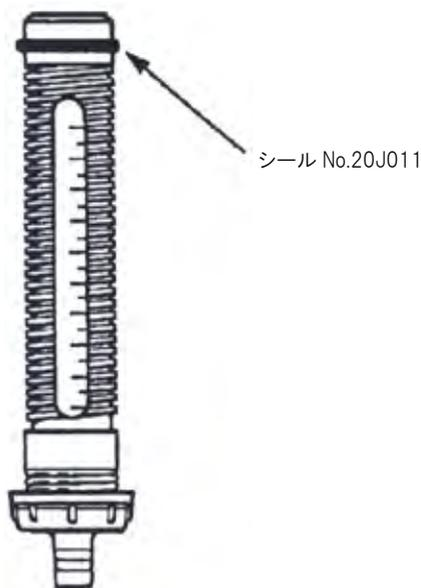

図 12
- 1) 水溶性肥料を用いて溶液を調合する場合は、注入部の全体を定期的に分解して水で十分に洗い、シール (No.20J011 図 12) に前もってシリコーン (潤滑剤) を塗布してから組立て直してください。